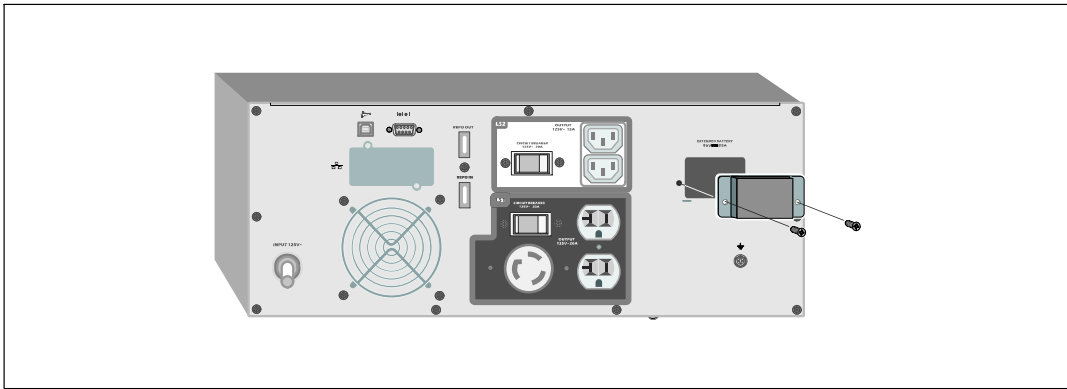

Figura 15. Cómo retirar la cubierta del conector de la batería
- 1 Retire la cubierta del conector de la batería del panel posterior como se indica en la Figura 15. Conserve la cubierta y los tornillos.